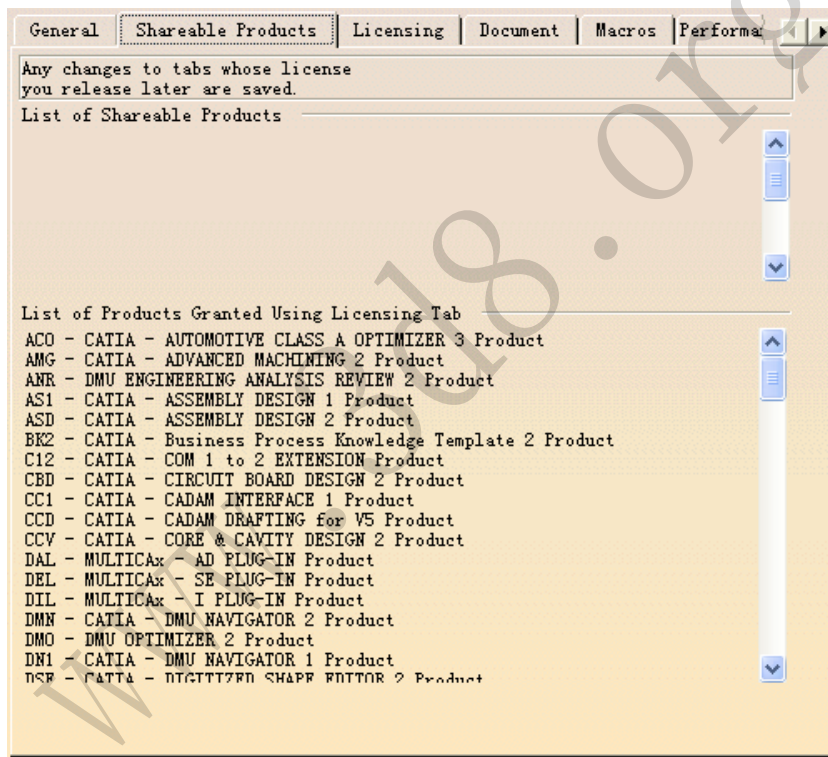

图 1-4 Shareable Products 选项卡
(2) Shareable Products 选项卡显示可以共享的产品，如图 1-4 所示。